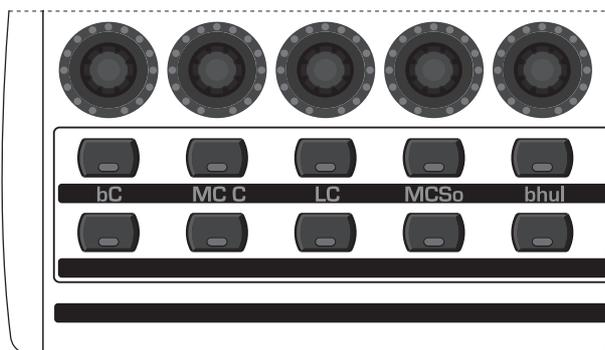

Fig. 4.10: Pulsanti modalità di emulazione
1. Tenere premuto il tasto corrispondente alla modalità desiderata (vedere Fig. 4.10).